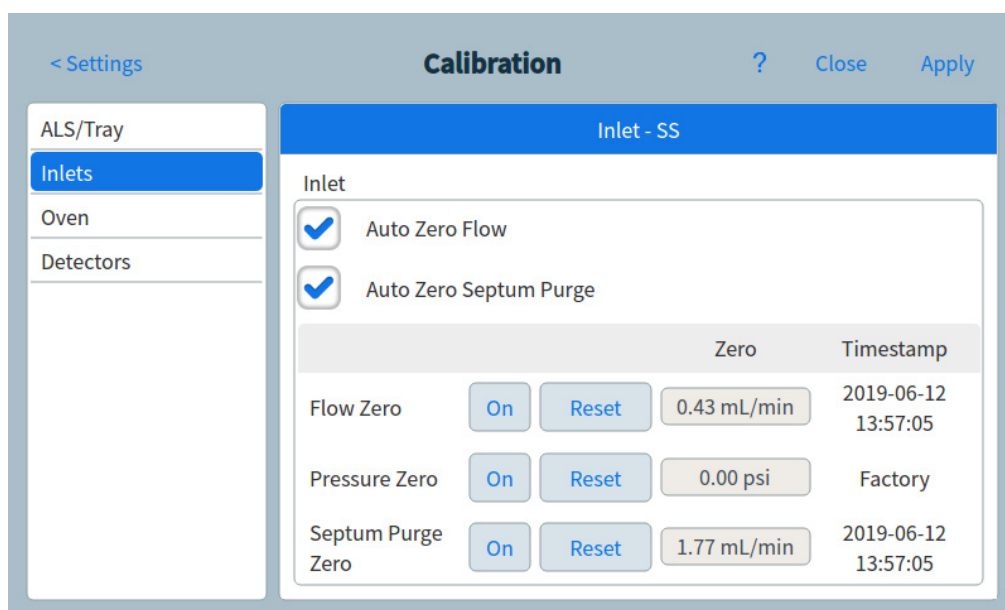

Figura 39 Página de calibrado
- 2 Pulse **Calibration**. Se abrirá la página de calibrado. Consulte Figura 39.